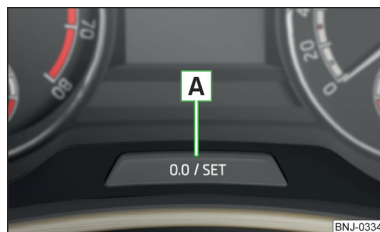

Fig. 35
- » Apăsați tasta **A** » fig. 35 la pagina 46.
- » Apăsați tasta **A** » fig. 35 și mențineți-o apăsată, până când pe afișaj se afișează punctul de meniu **Ora**.